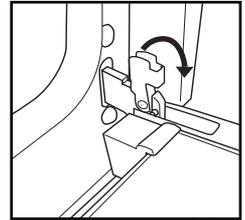

Abb. 1
2. Die Schließhaken der Scharniere bis zum Anschlag nach vorne ziehen (Abb. 1).